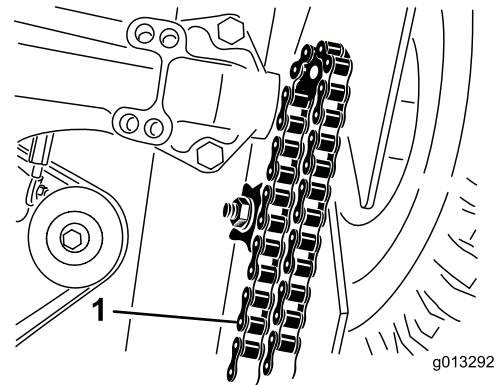

Figure 24
2. Élevez l'avant de la machine pour accéder aux chaînes (Figure 24) et bloquer la machine en place.